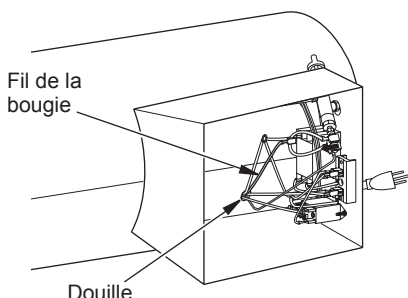

Figure 8 - Retrait du fil de la bougie du transformateur d'étincelle (l'appareil de chauffage peut être différent de celui illustré)
2. La bougie n'émet pas d'étincelle. Pour effectuer un test d'étincelle, suivez l'étape 8 de la rubrique Bougie , page 11. Si vous percevez une étincelle sur la bougie, faites réparer l'appareil de chauffage par un technicien qualifié. Si vous ne percevez aucune étincelle : A) Le fil de la bougie est desserré ou débranché B) La bougie est défectueuse C) Le transformateur d'étincelle est défectueux	2. A) Vérifiez le fil de la bougie. Resserrez ou reconnectez le fil de la bougie s'il est mal fixé. Voir figure 8, page 11 pour l'emplacement du fil de la bougie. B) Remplacez la bougie. Voir Bougie , page 11 C) Remplacez le transformateur d'étincelle. Voir Transformateur d'étincelle , page 11